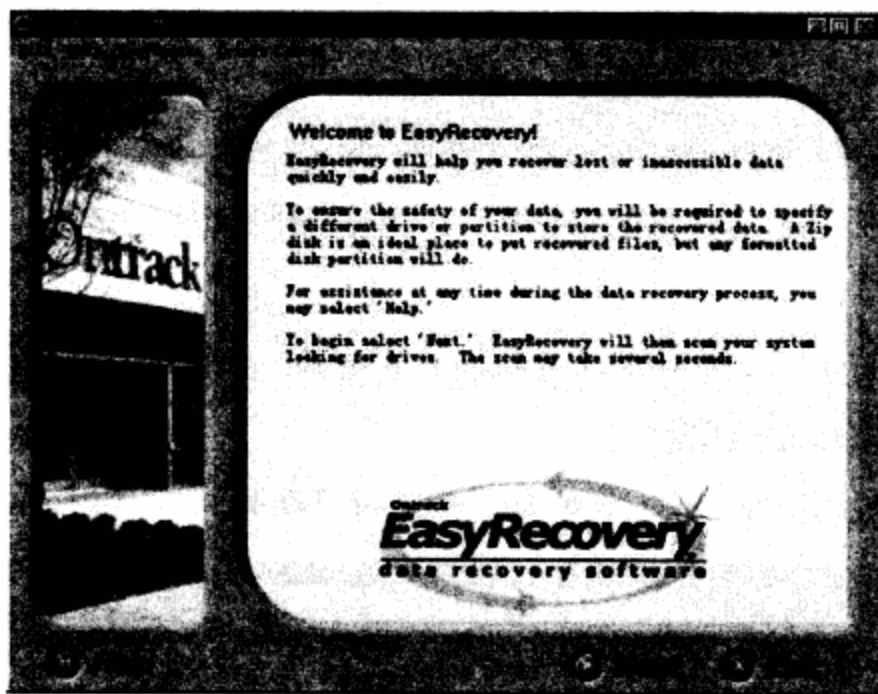

图12-4 启动EasyRecovery的初始界面
**步骤 01** 运行EasyRecovery软件后的初始界面。如图12-4所示。